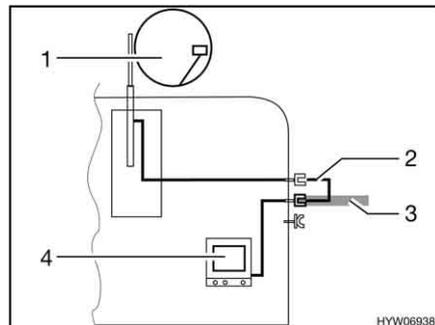

Bild 121 TV im Fahrzeug
- TV im Fahrzeug (Bild 121,4): Anschluss an Dachantenne (Bild 121,1) mit Verbindungskabel (Bild 121,2)
- TV im Fahrzeug (Bild 121,4): Anschluss an externe Antenne (Bild 121,3)